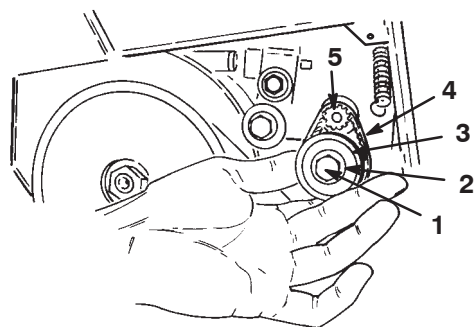

Figure 22
4. Retirez les 2 rondelles et la petite poulie (Fig. 22).
5. Déposez la petite courroie (Fig. 22) et mettez-la au rebut.
8. Glissez la courroie par-dessus la poulie de l'arbre du moteur (Fig. 22).